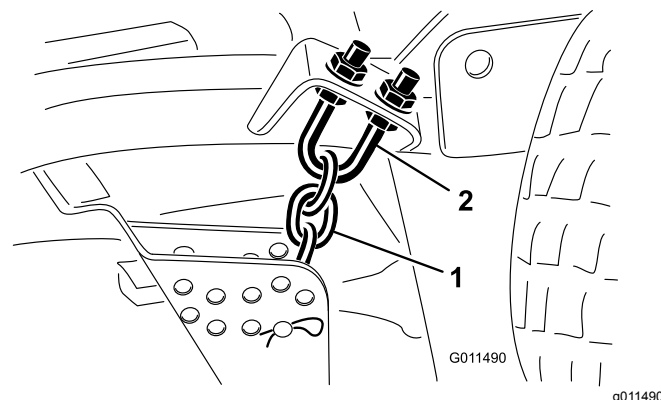

Figure 103
- Desserrez les écrous de blocage en haut ou en bas de l'étrier fileté de la chaîne de hauteur de coupe (Figure 103).